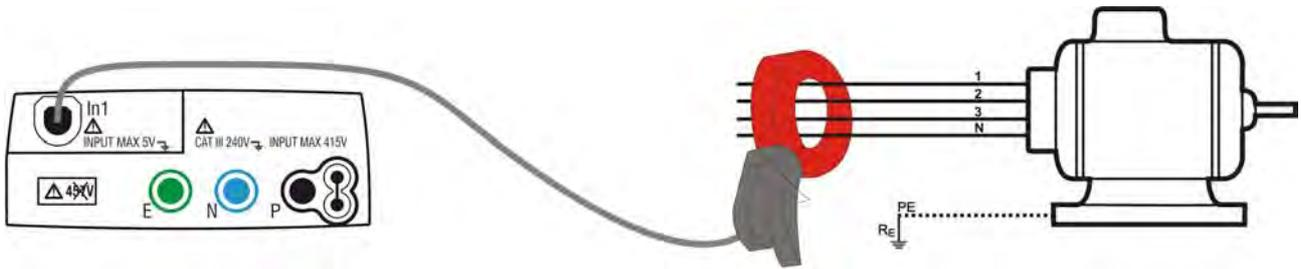
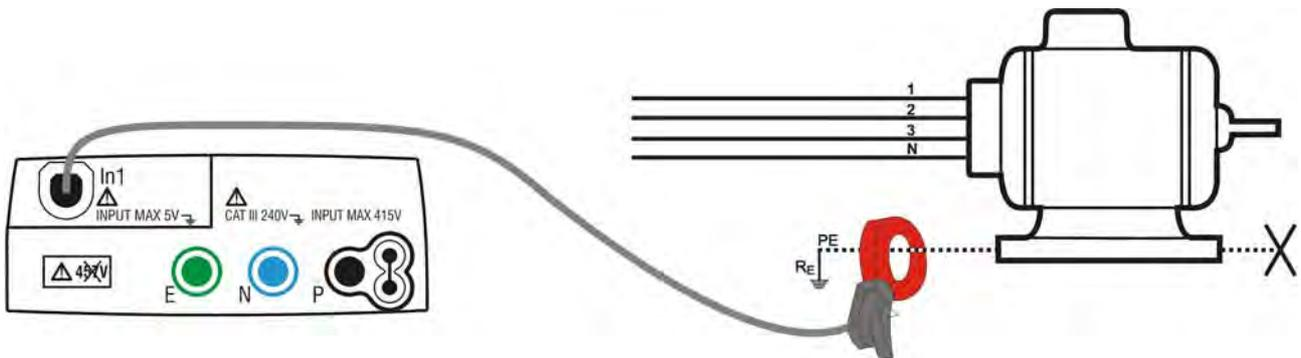

Fig. 29 : Mesure indirecte du courant de fuite en installations triphasées
Fig. 30 : Mesure directe du courant de fuite en installations triphasées
- Pour des mesures indirectes du courant de fuite, connecter la pince externe comme d'après les Fig. 29. Pour des mesures directes du courant de fuite, connecter la pince comme d'après les Fig. 30 et débrancher toute connexion de terre additionnelle pouvant influencer les résultats de l'essai.